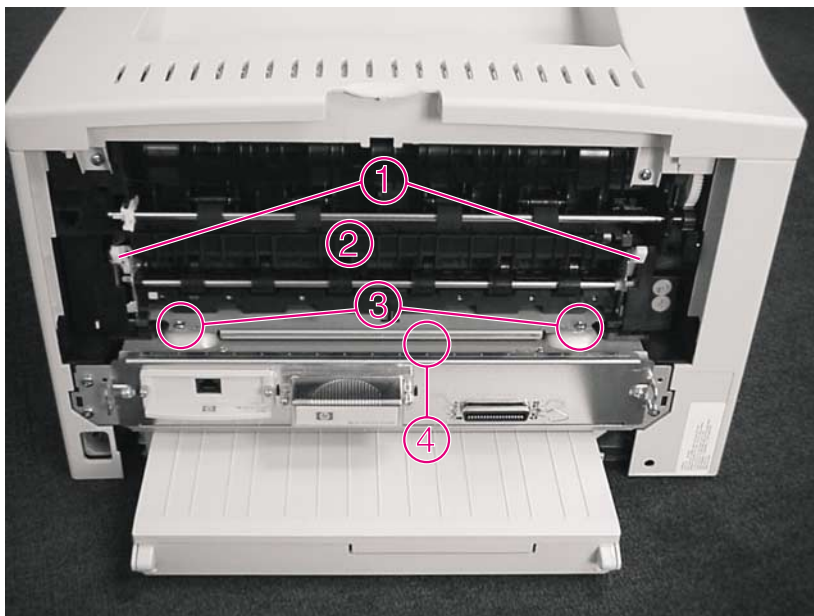

图 18 卸下加热组件（打印机后视图）
- 4 面向打印机后部，卸下两个将加热组件（编号 2）固定在机箱上的机制螺丝（图 18，编号 3）。
- 5 使用小型平口螺丝刀，撬起图 18 中区域 4 所示的位置，使加热组件脱开。抓住绿色手柄（编号 1），用力将加热组件拉出机箱。